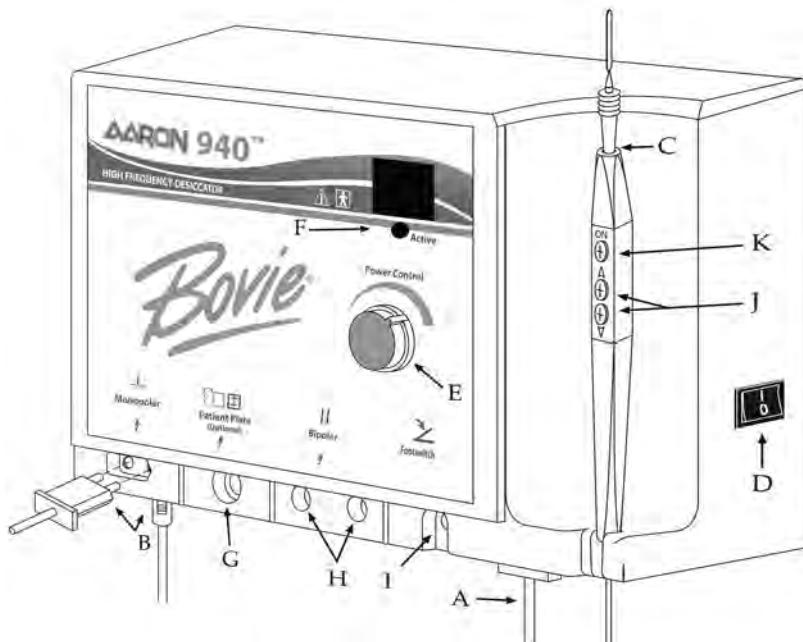

Figura 2
2. Enchufe el extremo hembra del cable de alimentación a la base de la unidad (consulte la figura 2, letra A).
4. Enchufe la pieza manual en la salida monopolar que se encuentra en la parte inferior izquierda de la parte delantera de la unidad (consulte la figura 2, letra B). El enchufe está diseñado para acoplarse en una sola dirección. Enchufe el conector redondo más pequeño de la pieza manual a la toma que se encuentra en la parte inferior
de la unidad (consulte la figura 2, letra B). La pieza manual de tres botones está diseñada para brindar al médico un control manual completo de los ajustes de salida de potencia.
5. Deslice el electrodo estándar en la pieza manual hasta que quede perfectamente asentado (consulte la figura 2, letra C). La pieza manual admitirá el uso de la mayoría de electrodos estándar de $\frac{3}{32}$ ".
7. Desconecte la alimentación de la unidad con ayuda del interruptor que se encuentra en el panel derecho de la unidad (consulte la figura 2, letra D).
8. Ajuste la potencia de salida mediante el mando que se encuentra en la parte frontal de la unidad (consulte la figura 2, letra E) o, solo en la unidad Aaron 940™, mediante los botones arriba y abajo de la pieza manual (consulte la figura 2, letra J). Al realizar el ajuste del nivel de potencia mediante la pieza manual, sonará un tono audible para indicar que se ha modificado el nivel de potencia. Si mantiene pulsador los botones arriba o abajo, el ajuste de potencia cambiará más rápidamente, lo que facilitará el ajuste de los valores de salida. La potencia de salida se muestra con incrementos de 0,1 vatios, por debajo de 10 vatios, y en números enteros desde 1 hasta 40 vatios.
9. Para activar la unidad, retire la pieza manual del soporte. Coloque la pieza manual en la posición deseada y pulse el botón de activación (consulte la figura 2, letra K). Cuando la unidad esté activada, sonará un tono audible y se iluminará la luz azul de activación (consulte la figura 2, letra F).
10. Para utilizar la placa opcional de conexión a tierra con cable (A802EU), introduzca el enchufe del cable en la toma de la placa de conexión a tierra (consulte la figura 2, letra G) y conecte el otro extremo a la placa de conexión a tierra. La placa debe situarse debajo del paciente en un punto en el que toda la placa que descubierta por piel desnuda.
11. Para utilizar el cable bipolar opcional (A827EU), inserte los enchufes en las tomas bipolares (consulte la figura 2, letra H). De esta forma, el cable quedará enchufado en el fórceps. Una pieza deslizante que se encuentra debajo de las tomas bipolares evita que el usuario utilice ambos simultáneamente.
12. El pedal opcional se enchufa a la toma para pedal y se coloca en el suelo (consulte la figura 2, letra I). El pedal se puede utilizar en procedimientos monopolares y debe utilizarse obligatoriamente en los procedimientos bipolares.